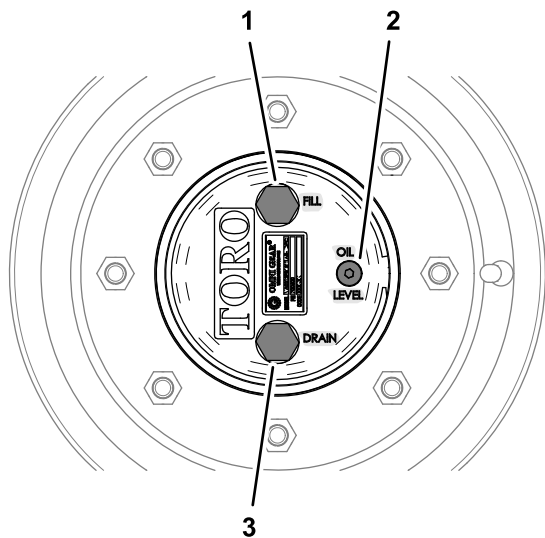

Figura 83
1. Con la macchina su una superficie piana, posizionate una ruota in modo che il tappo di riempimento si trovi nella posizione superiore (a ore 12) e il tappo di spurgo si trovi alla posizione inferiore (a ore 6) (Figura 83).
1. Con la macchina su una superficie piana, posizionate una ruota in modo che il tappo di riempimento si trovi nella posizione superiore (a ore 12) e il tappo di spurgo si trovi nella posizione inferiore (a ore 6); fate riferimento alla Figura 83 in Controllo del lubrificante per riduttori planetari \(pagina 68\).